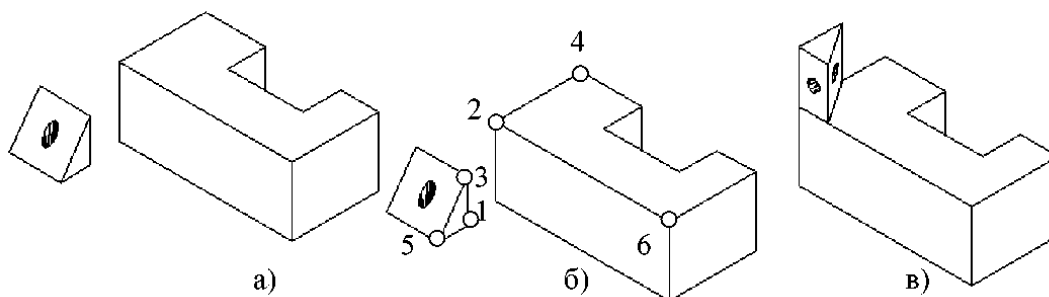

Рисунок 59 – Пример выравнивания объектов.
- В процессе выравнивания система выполняет шаги, приведенные на рис. 59.
Система применяет выравнивание и завершает команду, как показано на рис. 59в.